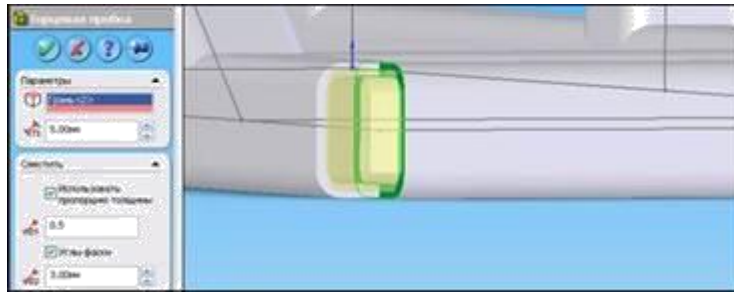

Рисунок 7.9 – Торцева пробка
2. Виберіть «Вставка» Зварювані деталі» Торцева пробка» і вкажіть параметри, діючи таким чином, як показано на рис. 7.9.